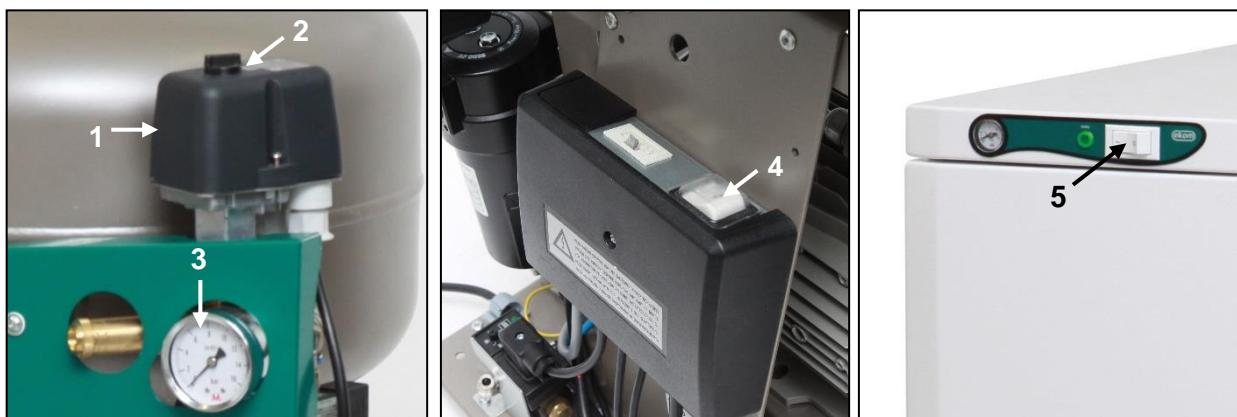

Abb. 13
- Überprüfen Sie die Position des Trennschalters, um sicherzustellen, dass dieser auf der „I“-Position steht. Drehen Sie den Trennschalter (4) auf die „I“-Position, wenn er zuvor auf der „0“-Position stand. (Abb. 13)
- Drehen Sie den Schalter (5) an der Vorderseite des Schranks auf die „I“-Position; ein grünes Licht zeigt an, dass das Gerät in Betrieb ist. (Abb. 13)
(Abb. 13)